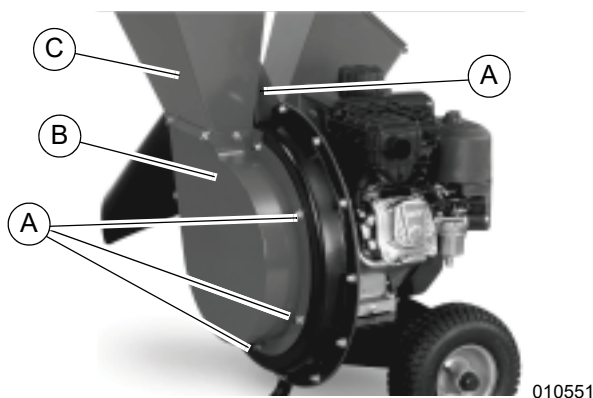

Figure 4-4. Changer le couteau de déchiquetage (1 de 4)
1. Voir Figure 4-4. À l'aide d'une clé de 1/2 po, retirer les neuf écrous-freins (A) qui attachent l'ensemble carter de broyeur à marteaux (B) et trémie de broyeuse (C) à la machine.